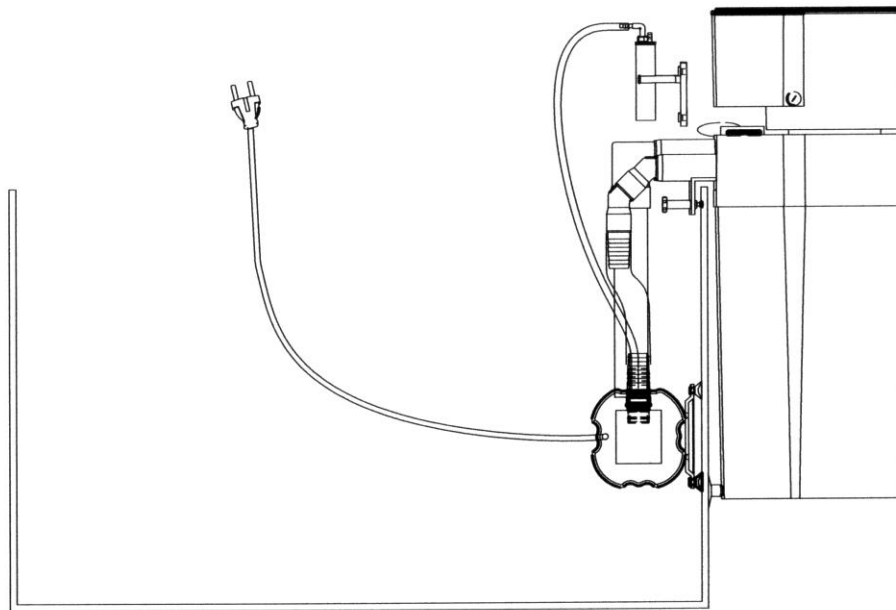

Fig.3: Turboflotor Blue 1000 en funcionamiento "Colgado"
1. Como un skimmer externo, directamente montada en el acuario: "Colgado", (fig. 3)
Instalación como un skimmer externo sobre el acuario - Colgado (fig. 3):
Ahora se puede alinear el skimmer junto al acuario. Los dos tornillos de la parte inferior del skimmer deberán ser ajustados de forma que el skimmer esté fuertemente sujeto al acuario. Es ventajoso que el skimmer no esté al 100% horizontal, sino que esté ligeramente inclinado (2°) con respecto al acuario (fig. 3). El skimmer no solo estará mejor sujeto al acuario, sino también el retorno del agua a través de las cajas de salida sobre el acuario es mejor y más seguro. En el ajuste de los tornillos de la parte inferior del skimmer pueden emplearse además ventosas de silicona, esto incrementa la seguridad. El skimmer ya está preparado para ponerlo en marcha.